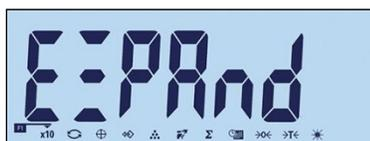
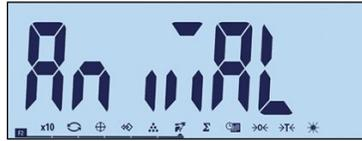

Figure 3-40 : Configuration de la touche de fonction 1
Figure 3-41 : Configuration de la touche de fonction 2
- Les touches de fonction peuvent aussi être configurées depuis l'écran d'accueil. Maintenez appuyée la touche de fonction devant être configurée afin d'accéder à l'écran de configuration (Figure 3-40, Figure 3-41).
Accédez au menu F2.1.1 et utilisez les touches vers le haut et vers le bas pour sélectionner la fonction requise depuis les options présentées sur le Tableau 3-3. La surbrillance sera modifiée pour indiquer la fonction sélectionnée comme sur la Figure 3-40 où Expansion x 10 est sélectionné. Appuyez sur pour confirmer la sélection.
comme sur la Figure 3-41 où Pesage d'animaux est sélectionné. Appuyez sur  pour confirmer la sélection.